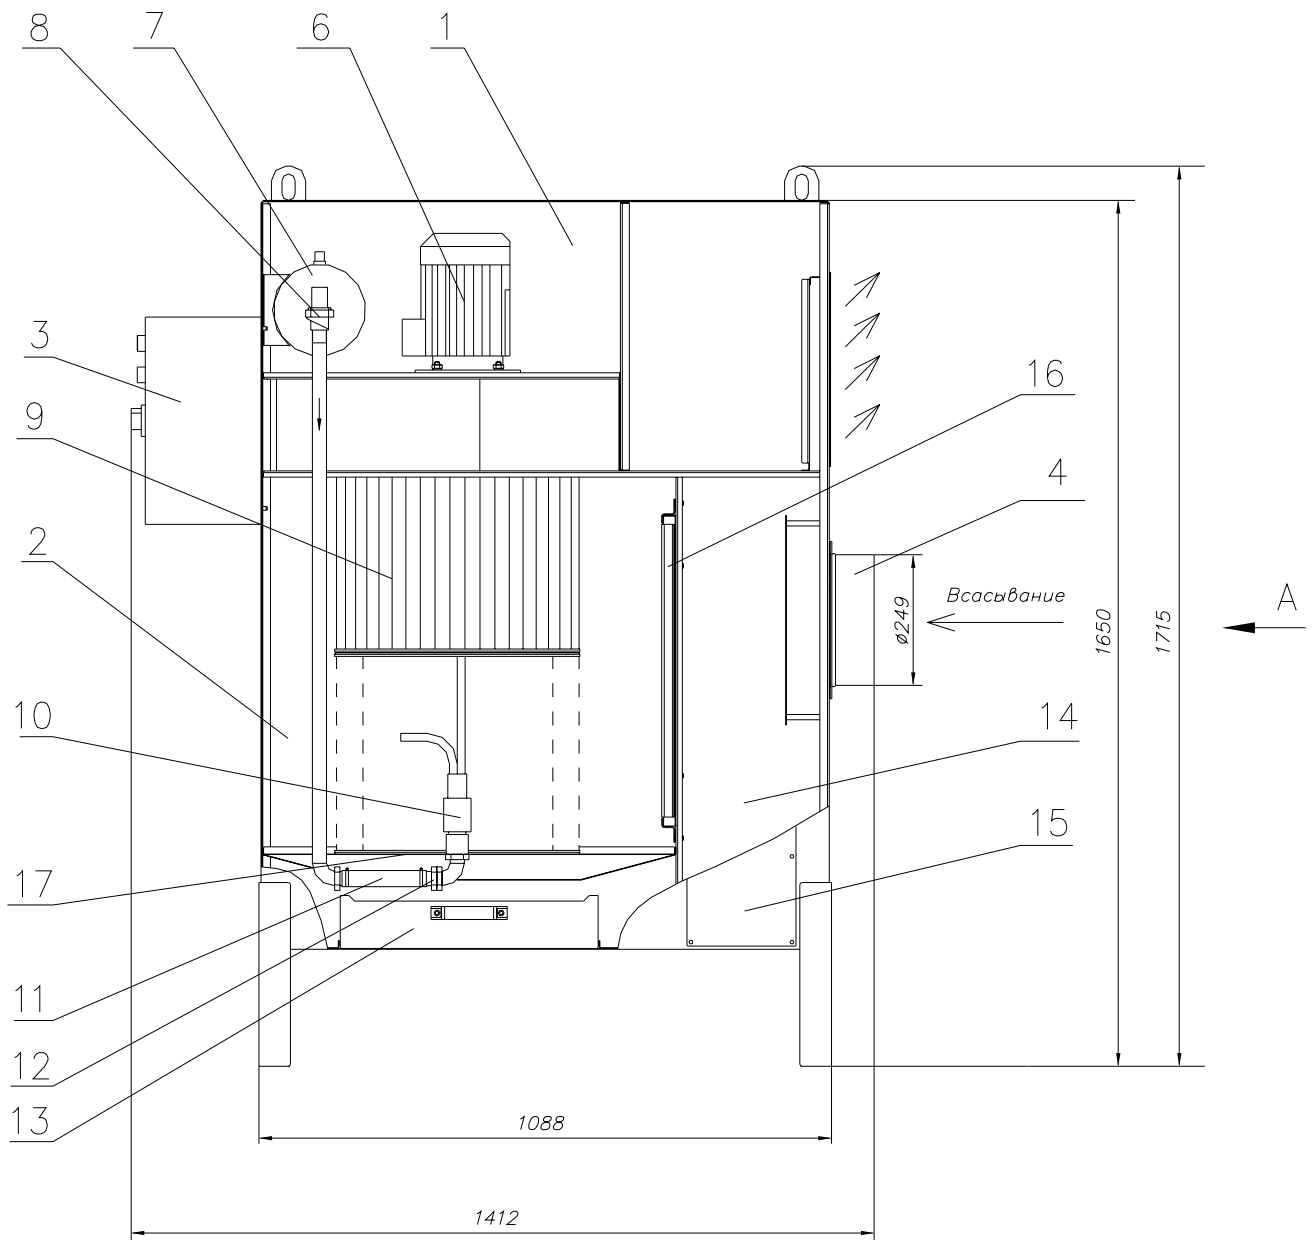
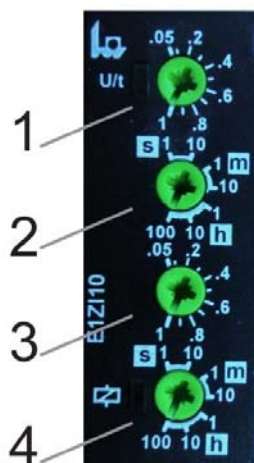
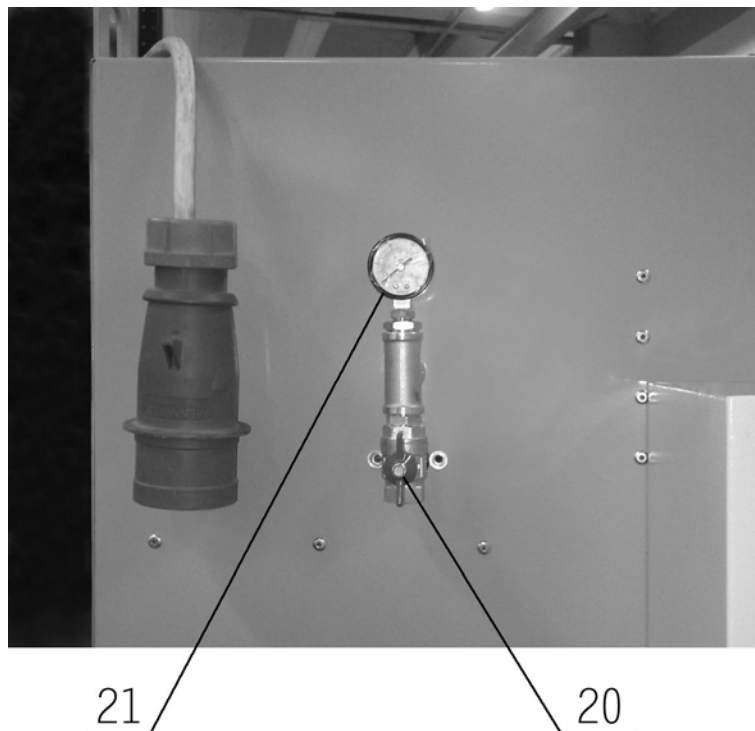

рис. 1
рис. 3
рис. 6
ФВА (рис.1,2) состоит из вентиляторной секции (1), фильтровальной секции (2) и блока управления (3). Вентиляторная и фильтровальная секции объединены в единую конструкцию.
4.4. Компрессор в процессе работы накачивает ресивер до давления около 4 бар, затем автоматически выключается и включается снова при падении давления в ресивере до 2,5 бар (приблизительно). Давление в ресивере можно проконтролировать по штатному манометру, установленному на боковой панели ФВА (см. рис. 6).
- выпустить из системы регенерации фильтра сжатый воздух через дренажный кран (20) (см. рис. 6) на боковой панели корпуса ФВА.
- 5.3.1. Устройство регенерации состоит из (рис.1):
- ресивера сжатого воздуха (7) (см. рис.1);
- электромагнитного пневмоклапана (8);
- реле времени (рис.3);
- соплового блока (10);
- манометра (21) (см. рис.6);
- дренажного крана (20);
5.3.2. Регенерация фильтрующих элементов производится циклически повторяющимися импульсами сжатого воздуха. Сопловой блок направляет импульсы перпендикулярно к цилиндрическим образующим фильтроэлементов и, вращаясь, перемещает направление ударных воздушных потоков по секторам. Отделившиеся от поверхности фильтрующего материала загрязнения опадают в поддон (13), откуда должны периодически удаляться.
осуществляется при помощи реле времени (рис. 3).